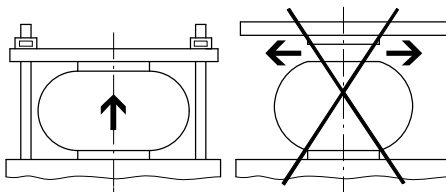

Fig. 2
- Asegúrese de que el cilindro de fuelle no sobrepasa la altura máxima $h_{\text{máx}}$. Ejemplo Fig. 2.